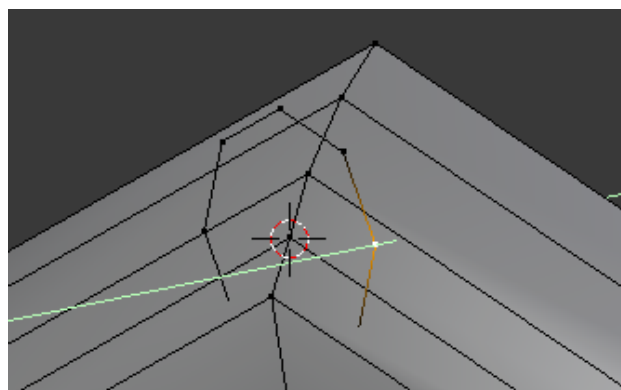

Figura 5.158
**16.** Insira um octógono e desloque os seus vértices até à superfície da malha base, à semelhança do procedimento adoptado para inserir os orifícios na malha do capot, figura 5.158.